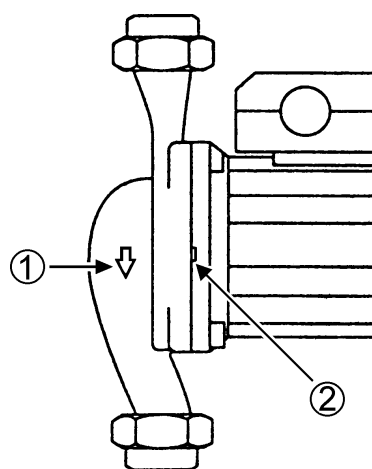

Рис. 4
- Стрелка на корпусе насоса показывает направление потока (рис. 4, поз. 1)
- **ВНИМАНИЕ!** При изоляции трубопроводов изолируется только корпус насоса. Двигатель, клеммная коробка и фланец двигателя (рис. 4, поз. 2) должны оставаться открытыми.